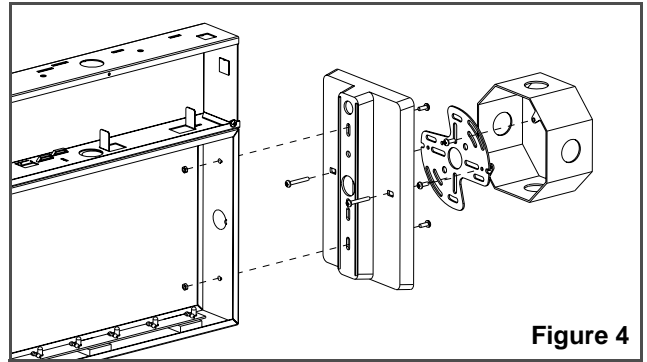

Figure 4
- e. Fasten the canopy to the exit (see fig. 4). Knock out the two holes near the wire way. Fasten the canopy-exit assembly to the spider plate using the provided 1 1/2" screws.
- e. Assembler le pavillon à l'enseigne (voir fig. 4). Pour ce faire, défoncer les débouchoirs rectangulaires près du passage des fils, insérer les pattes du pavillon et les plier l'une vers l'autre. Pour le montage en extrémité, il est préférable de dégager le module des DEL pour libérer la surface intérieure où les pattes du pavillon doivent être pliées.